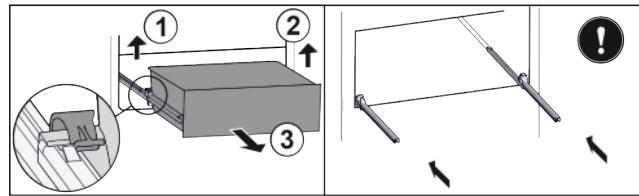

Fig. 26\*
- ▶ Отсоедините выдвижной ящик слева Fig. 26 (1).\*
- ▶ Отсоедините справа Fig. 26 (2).\*
- ▶ Извлеките движением вперед Fig. 26 (3).\*